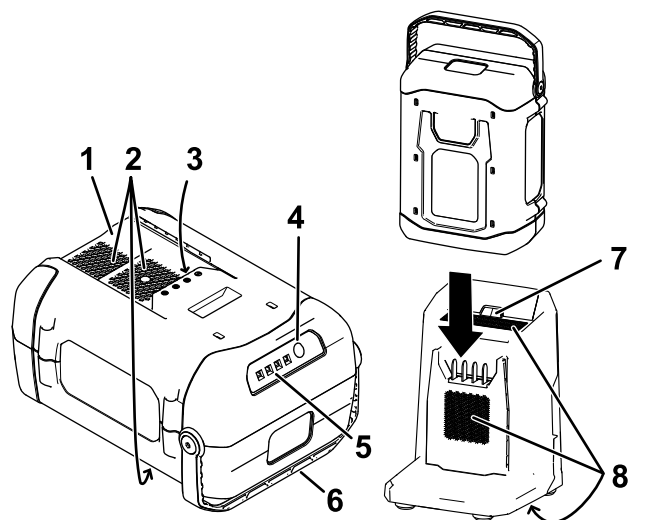

Figura 17
2. Alinee el hueco de la batería (Figura 17) con la lengüeta del cargador.
3. Introduzca la batería en el cargador hasta que esté completamente asentada (Figura 17).